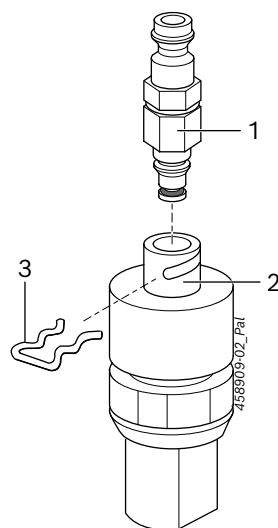

Fig. 1: Returløbsadapter 1 687 016 138
Returløbsadapteren 1 687 016 138 (Fig. 1, pos. 1) forbinder returløbet på Siemens/VDO/Continental CRI Piezo (Fig. 1, pos. 2) via slangen 1 680 712 289 med kontrolltilslutningen til returløbsmængden på EPS 200 / EPS 205.
! Sikr returløbsadapteren med sikringsklemme (Fig. 1, pos. 3). Sikringsklemmen leveres sammen med injektoren.